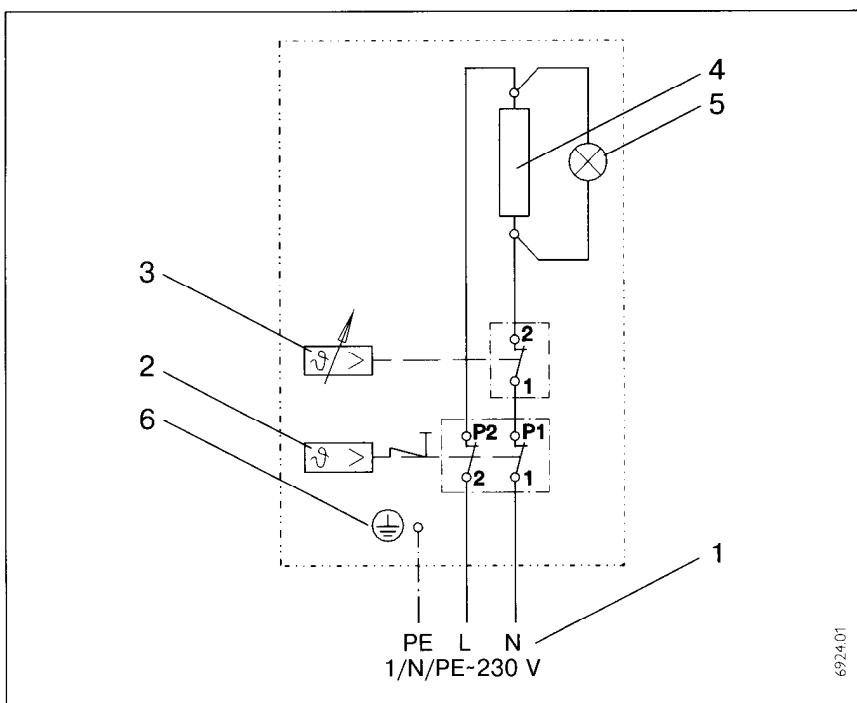

Fig. 6 / Rys. 6 / 6. ábra / Рис. 6
**Electrical connection (see Fig. 6) is only to be established by a qualified installer, in accordance with these instructions.**
(patrz rysunek 6)
**Электроподключение (см.рис.6)**
- w przypadku zadziałania ogranicznika temperatury bezpieczeństwa (rysunek 6, pozycja 2) należy wymienić regulator (rysunek 6, pozycja 3) uaktywnić ponownie ogranicznik temperatury bezpieczeństwa poprzez wcisnięcie przycisku odblokowującego.